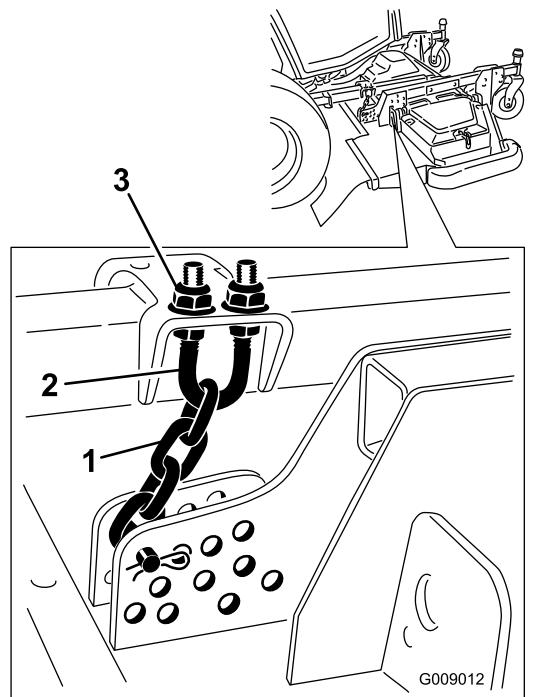

Figura 127
- Allentate i controdadi sulla parte superiore o inferiore del bullone a U della catena dell'altezza di taglio (Figura 127).